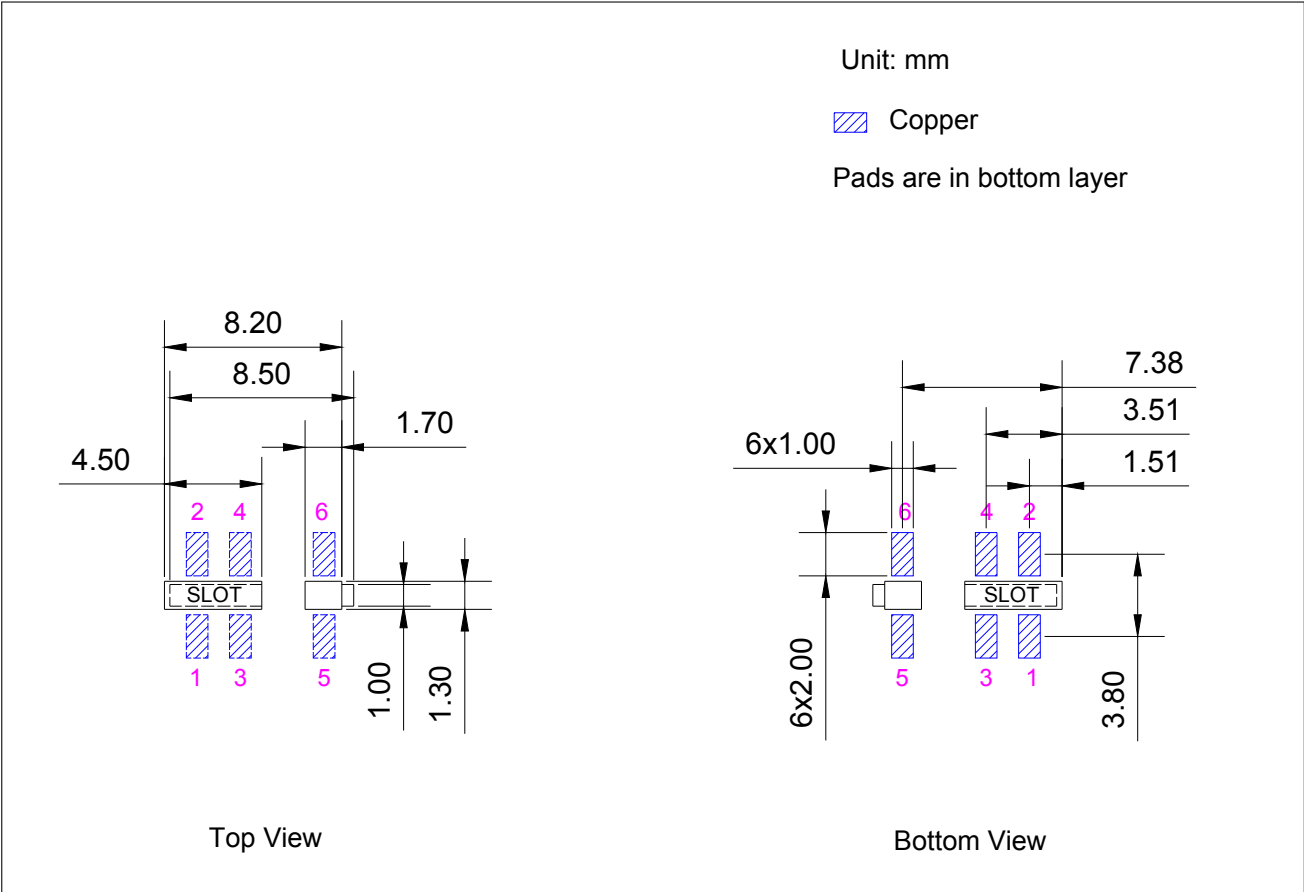

图 11-1. 推荐 PCB 封装图形
- 推荐 PCB 封装图，标有 PCB 设计所需的全部尺寸。详见图 11-1 推荐 PCB 封装图形。
- 推荐 PCB 封装图的源文件，用于测量图 11-1 中未标注的尺寸。您可用 Autodesk Viewer 查看 ESP8685-WROOM-07 的封装图源文件。